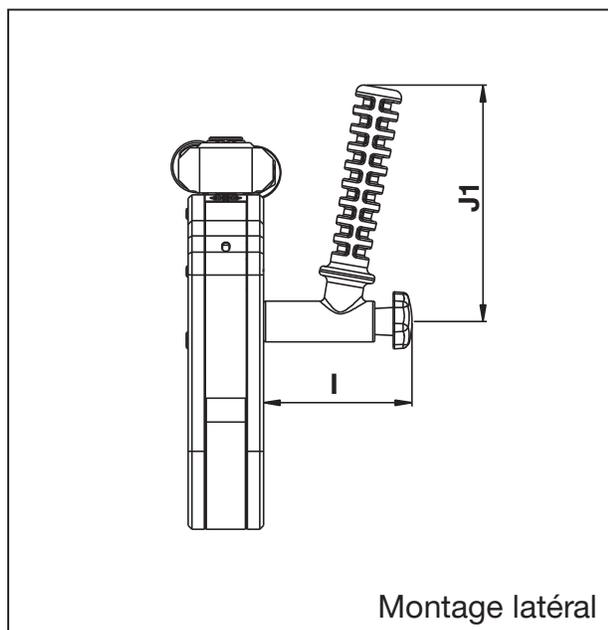

Fig. 25
6.1.3 Dimensions de la poignée de positionnement droite SWH (fig. 25)